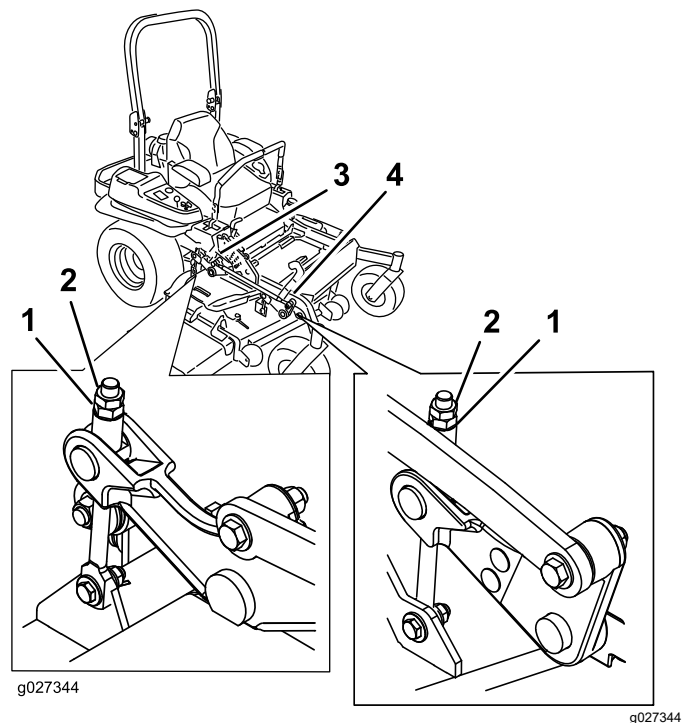

Figura 110
16. Gire el tornillo de ajuste hasta obtener una altura de 8.3 cm ($3\frac{1}{4}$ ") (Figura 110).